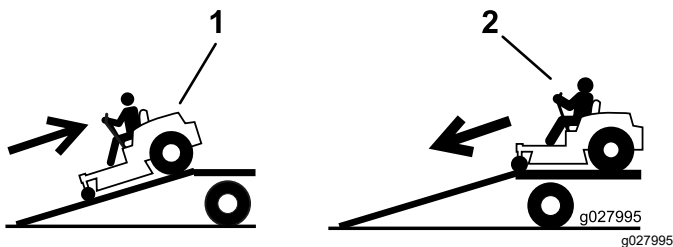

Figura 30
4. Suba la máquina por la rampa en marcha atrás (Figura 30).
2. Baje la máquina por la rampa conduciendo hacia adelante (Figura 30).